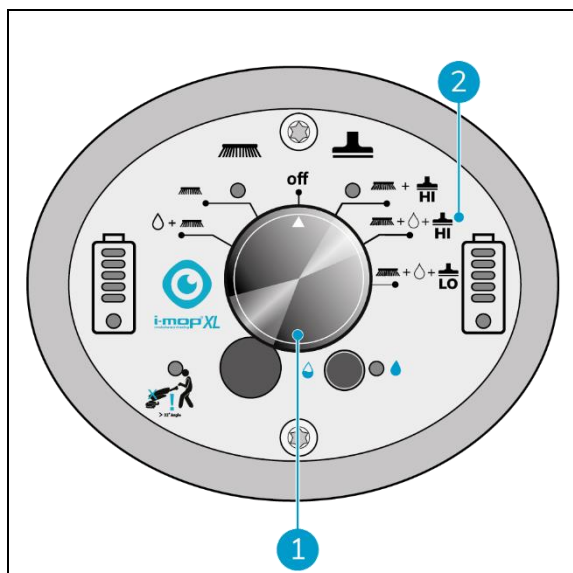

Figura 27
El indicador de advertencia de ángulo parpadeará en la zona marcada con un círculo azul en cuanto el operador baje de 32 grados. La luz indicadora se encenderá y la recuperación de agua se pausará. Cuando el mango se eleva por encima de 32 grados el motor de la aspiradora se reiniciará después de 5 segundos. (figura 27)
2. Utilice el interruptor principal de la i-mop XXL Pro (Figura 27, pos. 1) y elija MODO 4 Cepillo + Agua/Solución limpiadora + Aspiración en seco (Figura 27, pos. 2).